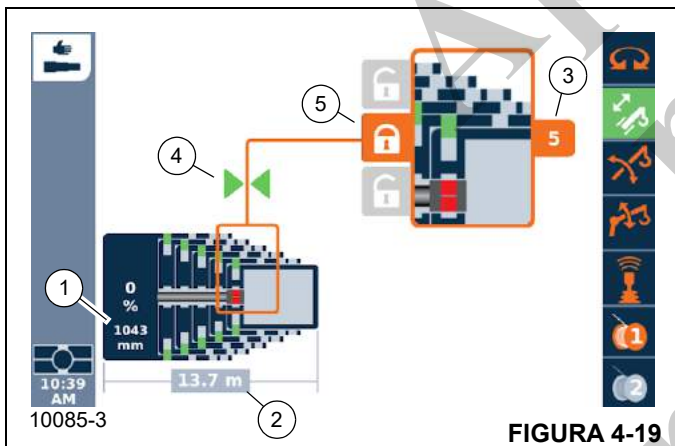

FIGURA 4-19
O mostrador (1, Figura 4-19) exibe até que ponto o cilindro telescópico é estendido, por exemplo, 1.043 mm.
- O mostrador (3, Figura 4-19) exibe a seção telescópica correspondente, por exemplo, seção telescópica 5.
- O mostrador (4, Figura 4-19) exibe uma ou duas setas, dependendo da distância até o ponto de travamento. O mostrador (4) exibe duas setas e o símbolo de bloqueio do mostrador (5) aparecerá em laranja quando o cilindro telescópico estiver no ponto de travamento.